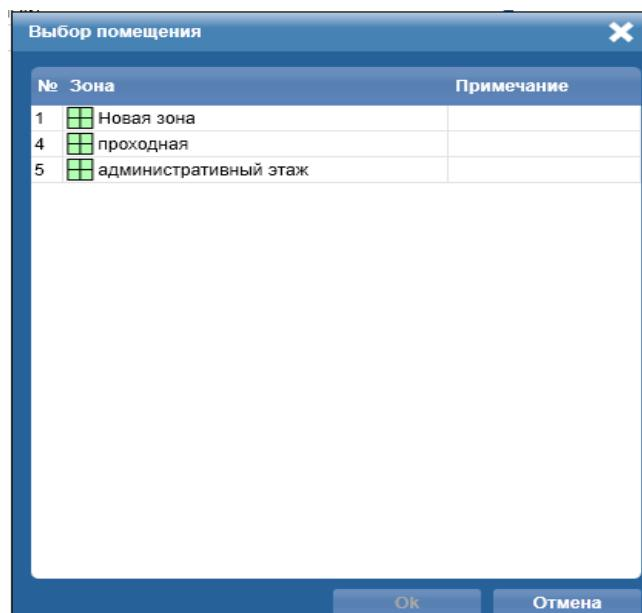

Рисунок 41. Окно **Выбор помещения**
- 3) В открывшемся окне **Выбор помещения** (Рис. 41) выбрать зону, которую необходимо прикрепить к графику работы, и нажать кнопку Ok для возврата к списку зон,